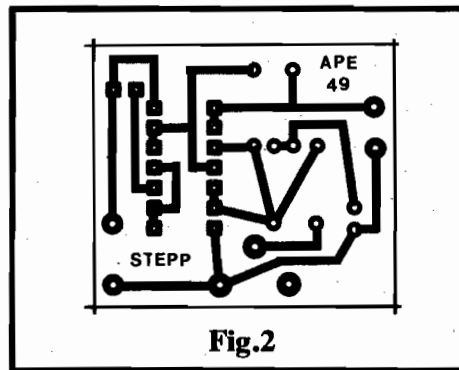

Fig.2
- FIG. 2 - LAY OUT DO CIRCUITO IMPRESSO ESPECÍFICO - Como sempre aqui em APE, procuramos condensar bem a placa, sem contudo "espremer" tanto as ilhas e pistas que possam dificultar os trabalhos de um montador/construtor menos experiente... Assim, o padrão de ilhas e pistas (em tamanho natural, na figura...) é pequeno mas não "apertado", fácil de reproduzir durante a confecção... Recomendamos algum cuidado na verificação final das regiões próximas as ilhazinhas destinadas à recepção das "pernas" do Integrado, inevitavelmente muito pequenas e próximas umas das outras (é aí que "mora o perigo" de "curtos" ou contatos indevidos, tanto por lapsos na corrosão da película cobreada, quanto durante as soldagens, devido a "corrimentos", essas coisas...).